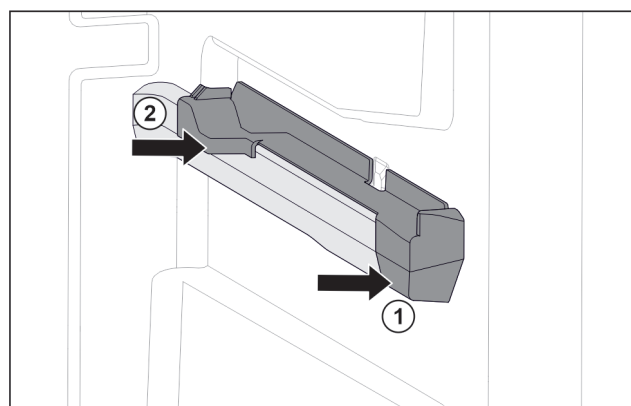

Fig. 53 Nasazovací díl na pravém žebrování na nádoby
- ▶ Nasad'te nasazovací díl na žebrování na nádoby. Fig. 53 (1)
- ▶ Přitlačte nasazovací díl k zadní části. Fig. 53 (2)